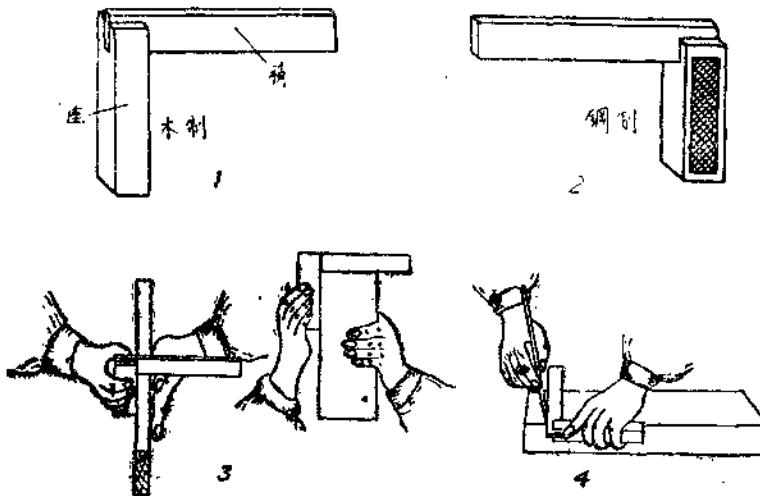

图4. 直角尺形状及用法：
**（一）直角尺。**直角尺有木制与鋼制两种。它的形状与曲尺相似，但比較短小，尺座部分稍厚容易貼靠材料，在鉋刮材料时用它檢查角度，或制作小形工件时用它画線，都非常方便。直角尺的形状和使用方法如图4所示。